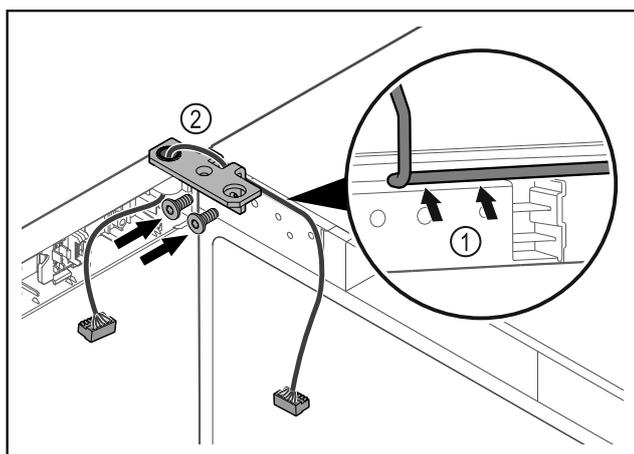

Fig. 58
- Vadiet kabeļi caur lokāmā kronšteina padziļinājumu un uzmanīgi izvietoiet Fig. 58 (1).
- Pieskrūvējiet lokāmos kronšteinus Fig. 58 (2).